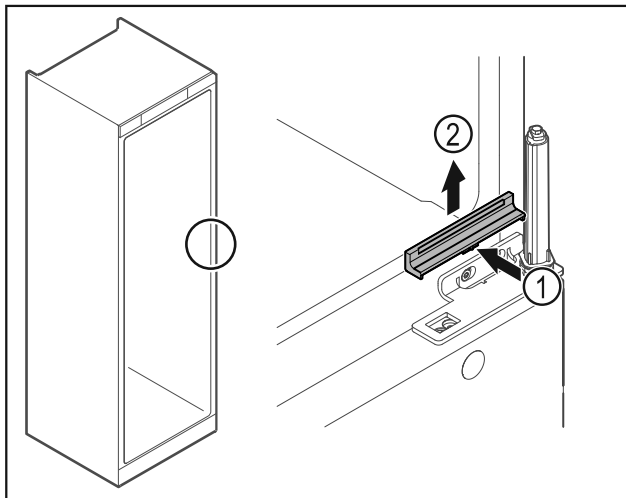

Fig. 25
- ▶ Кришку Fig. 25 (1) трохи натиснути в центрі та зняти рухом вгору Fig. 25 (2).